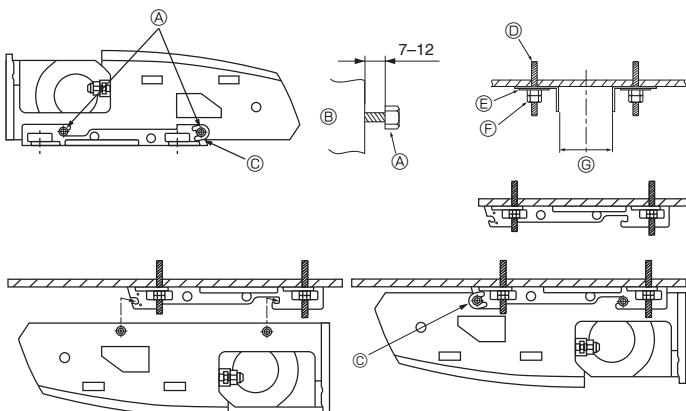

Fig. 3-6
2) ก่อนนื่นติดตั้งขอเกี่ยวสำหรับแขวนที่เพดาน (Fig. 3-6)